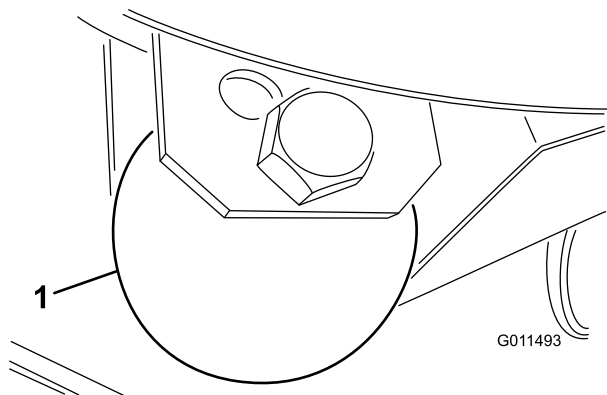

Figure 27
- Enlevez le boulon et l'écrou qui fixent la roue de jauge aux supports du plateau de coupe (Figure 27).